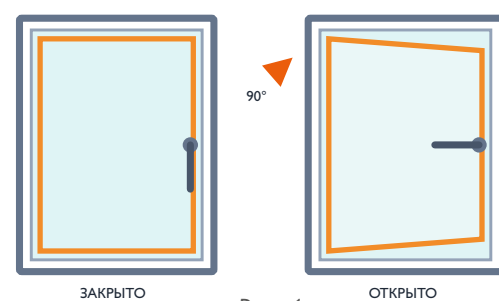

Рис. 1
- Чтобы открыть (распахнуть) створку окна, ручку поворачивают на 90 градусов в горизонтальное положение (положение «Открыто» на Рис. 1). При повороте ручки закрытую створку слегка прижимают к раме другой рукой (чуть выше ручки). Затем, потянув за ручку, створку распахивают (сплошной режим — поворотное открывание).